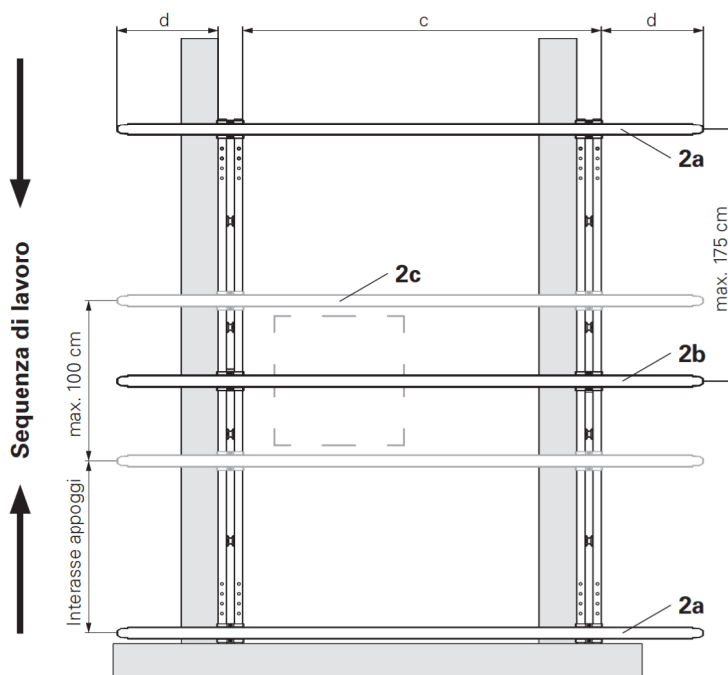

Fig. B5.03
La sporgenza d è uguale su entrambi i lati. (Fig. B5.03)
4. Disporre tutte le altre travi di impalcato (**2b**) secondo le indicazioni specifiche del progetto sui correnti SRU (**24**), allineare e fissare con staffe (**3**). (Fig. B5.03)
- Fare riferimento a DIN EN 12811-1. (Fig. B5.03)